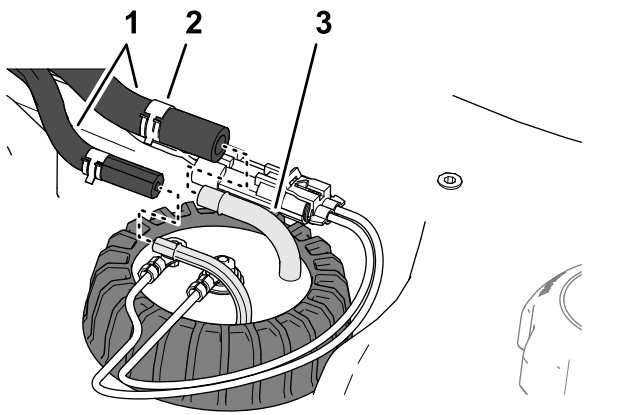

Figura 93
- 5. Conecte la manguera a los acoplamiento del sensor de combustible, y sujete las mangueras a los acoplamiento con las abrazaderas (Figura 93).